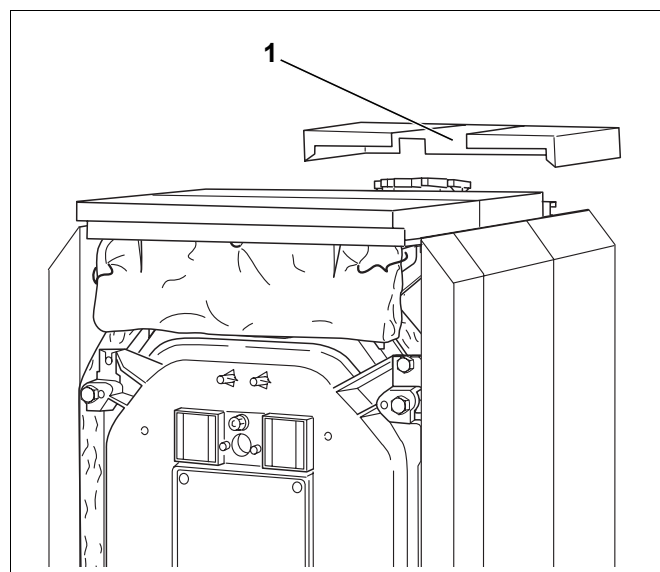

Fig. 54 Montaggio del pannello di copertura posteriore
- Montare il pannello di copertura inferiore della caldaia con le piegature e l'asola di aggancio per la mandata del circuito di riscaldamento (fig. 54, [1]) davanti sui pannelli laterali.